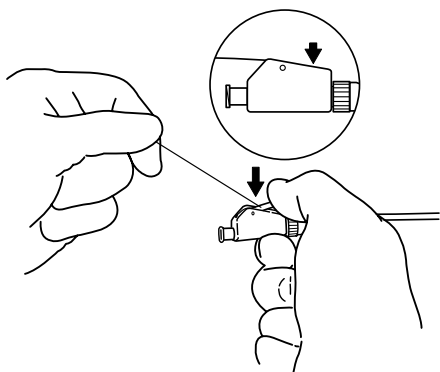

Fig. 2
- b. Mientras mantiene tirante el hilo de sutura, presione hacia abajo la palanca de la leva de retención hasta que sienta un chasquido evidente. Entonces, el lazo distal del stent quedará retenido en posición. (**Fig. 2**)